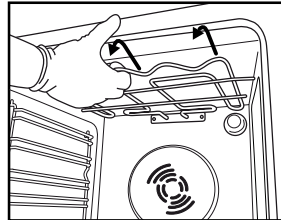
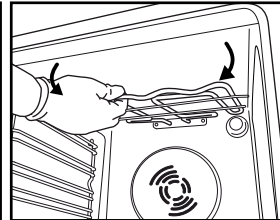

Рис. 4
Рис. 5
2. Трохи витягніть нагрівальний елемент (рис. 4) і опустіть його (рис. 5).